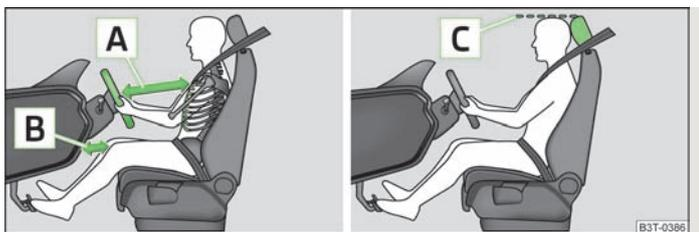

Fig. 135 A distância correcta do condutor relativamente ao volante e ao painel de bordo / o ajuste correcto do encosto de cabeça
- Ajuste o volante, de forma a que a distância entre o volante e o esterno seja, no mínimo, de 25 cm » Fig. 135 [A] e a distância das pernas relativamente ao airbag de joelho instalado no painel de bordo seja, no mínimo, de 10 cm » Fig. 135 [B].
- Ajuste o encosto de cabeça, de modo a que a parte superior do encosto fique, tanto quanto possível, à mesma altura que a parte superior da sua cabeça » Fig. 135 [C].
- Ajuste o encosto de cabeça, de modo a que a parte superior do encosto fique, tanto quanto possível, à mesma altura que a parte superior da cabeça » Fig. 135 [C].